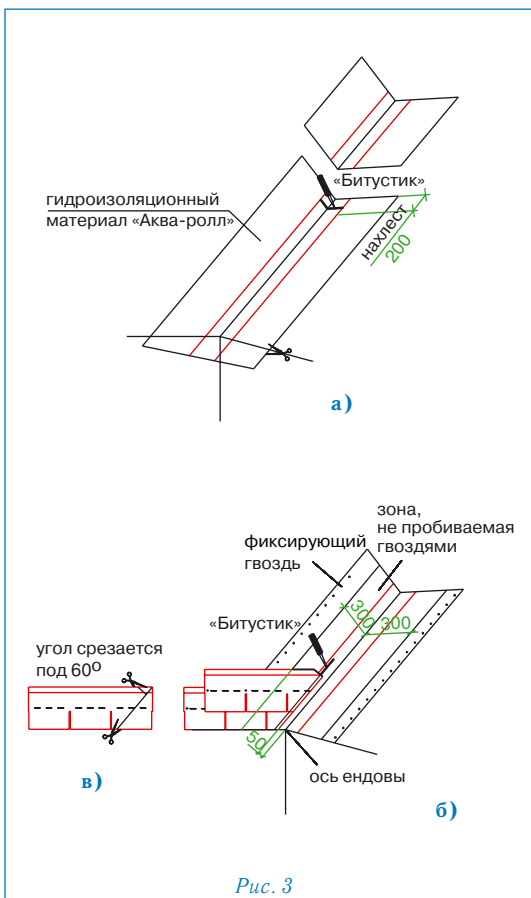

Рис. 3
Ендова (рис.3)
• ровно по центру ендовы расстилается специальный рулонный материал «Аква-ролл», фиксируется в верхней части двумя гвоздями и обрезается в нижней части по линии карниза (рис. 3а);
2. «Аква-ролл» укладывается с нахлестом 20 см, место нахлеста тщательно обрабатывается битумной мастикой «Битустик» (рис. 3а).
• с обеих сторон от оси ендовы на расстоянии 5 см от нее отбиваются линии; непосредственно перед укладкой в ендову черепицы, защитная пленка с лицевой стороны «Аква-ролла» снимается и на самоклеящуюся поверхность укладываются листы черепицы, обрезанные в соответствии с заранее отбитыми линиями (рис. 3б);
Внимание: 1. Необходимо также подрезать верхний уголок обрезанного края листа (см. рис. 3в) для правильного стока воды.
2. Крепление обрезанного листа к медной части «Аква-ролла» осуществляется при помощи сплошной полосы битумной мастики «Битустик» (рис. 3б).